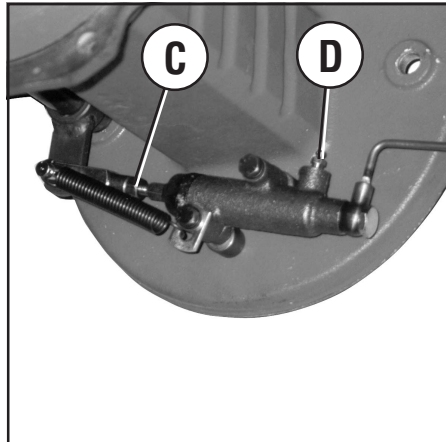
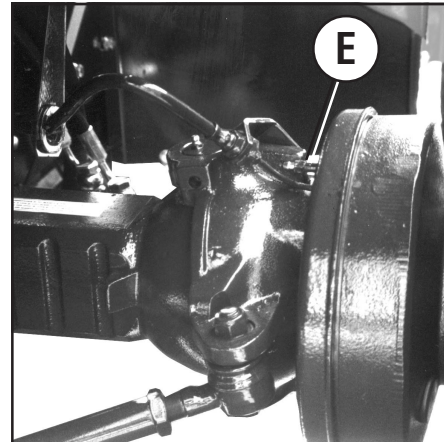

Fig. 62
Fig. 63
Løsn møtrikkerne og drej trækstængerne (C fig. 62). Spillerummet reduceres, når stængerne løsnes. Kontrollér, at bremsepedalen ikke har spillerum, når justeringen er afsluttet. Foretag eventuelt yderligere justering ved at dreje trækstængerne. Når justeringen er afsluttet, fastspændes møtrikkerne.
- Rengør udluftningsskruerne omhyggeligt og løsn herefter de forreste (E fig. 63) og de bageste (D fig. 62) udluftningsskruer en halv omgang.